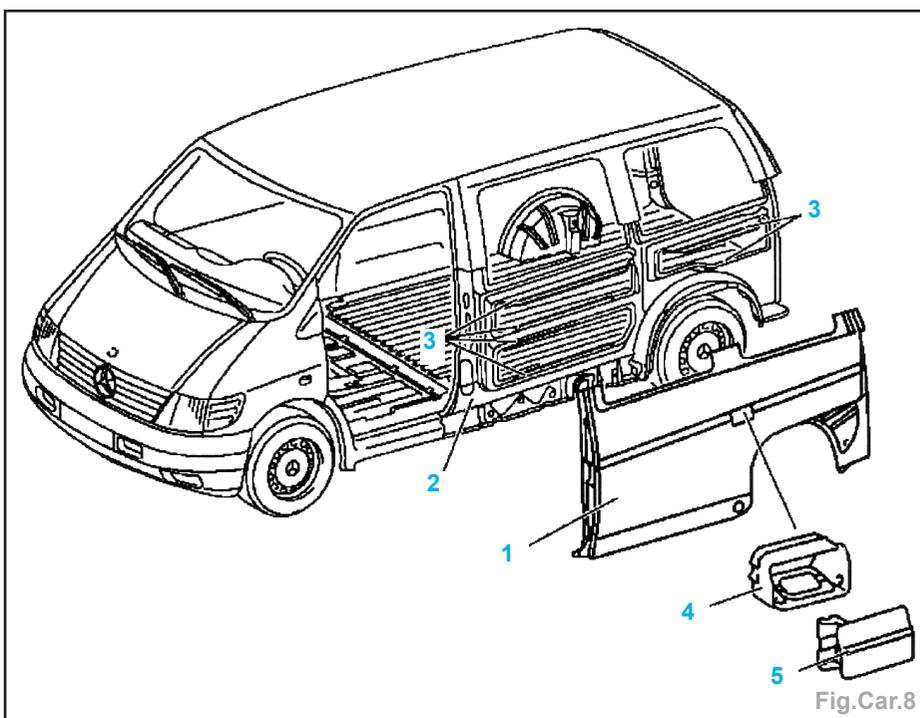

Fig.Car.8
- Chauffer avec précaution les sangles de panneau latéral (3) à l'aide d'un pistolet à air chaud pour désolidariser les raccords collés.
- Découper le panneau latéral (1) jusqu'à la baie vitrée (Fig.Car.8).
- Poser le boîtier de remplissage (4).
- Appliquer de la colle sur les sangles (3).